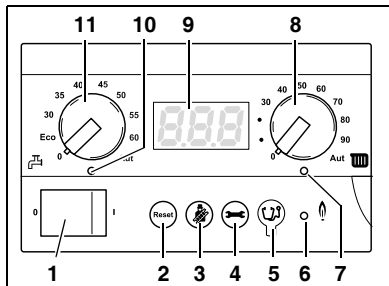

Bild 9 Grundkontroll BC10
- Strömbrytare (bild 9, pos. 1) på BC10 påslagen (position "1").
- Tryck på knappen för "statusvisning" (bild 9, pos. 4) tills anläggningstrycket ("P1.Б") visas på displayen (bild 9, pos. 9). Se även kapitel 5.1.1, "Menyn för normaldrift", sidan 38.